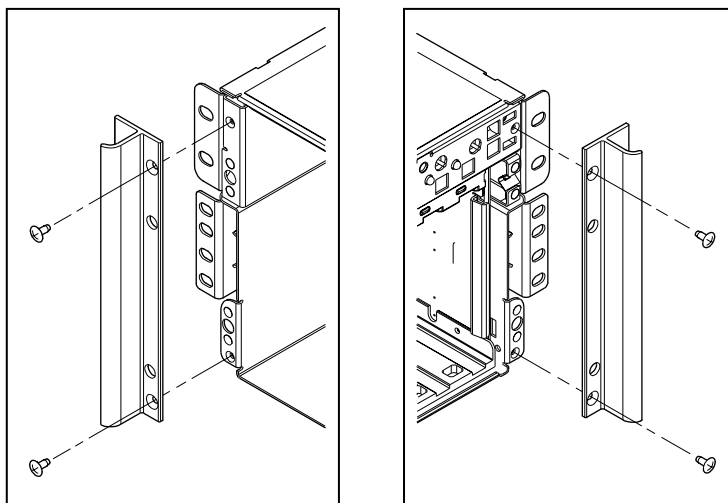

图 9 将手柄与机箱对齐
2. 如图 9 中所示，将手柄的内侧顶部和底部的孔与机箱顶部和底部的孔对齐。